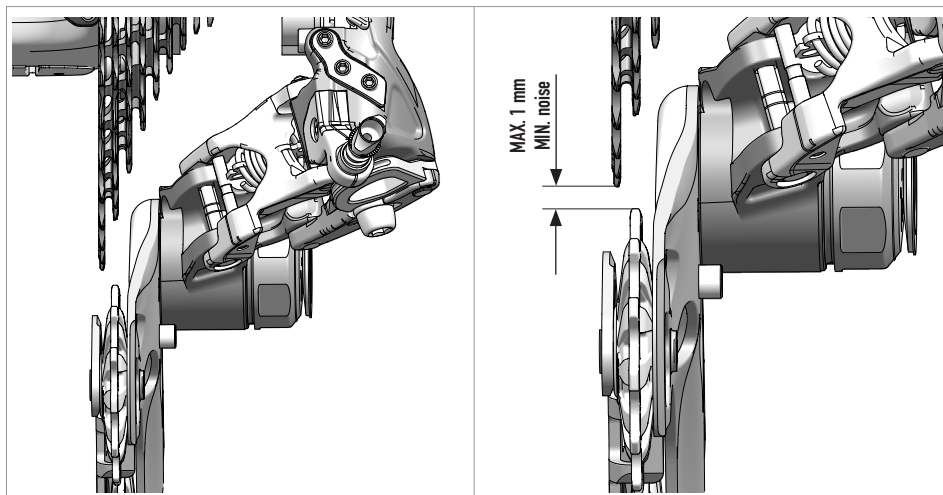

Fig.21
- La ruleta superior debe estar a la distancia correcta del piñón más grande (Fig.21).